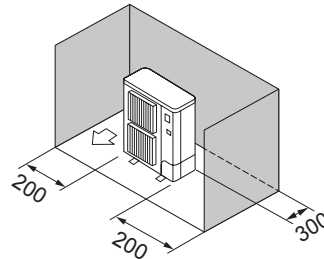

Fig. 2-9
- ③ Obstáculos sólo en la parte trasera y los laterales (Fig. 2-9)